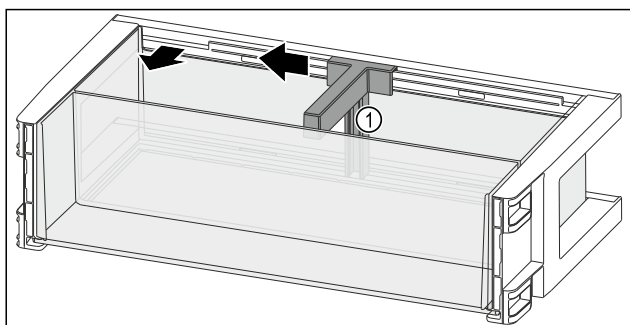

Fig. 141
- ▶ Flaschenhalter Fig. 141 (1) bis zur Aussparung zur Seite schieben.
- ▶ Flaschenhalter Fig. 141 (1) entnehmen.